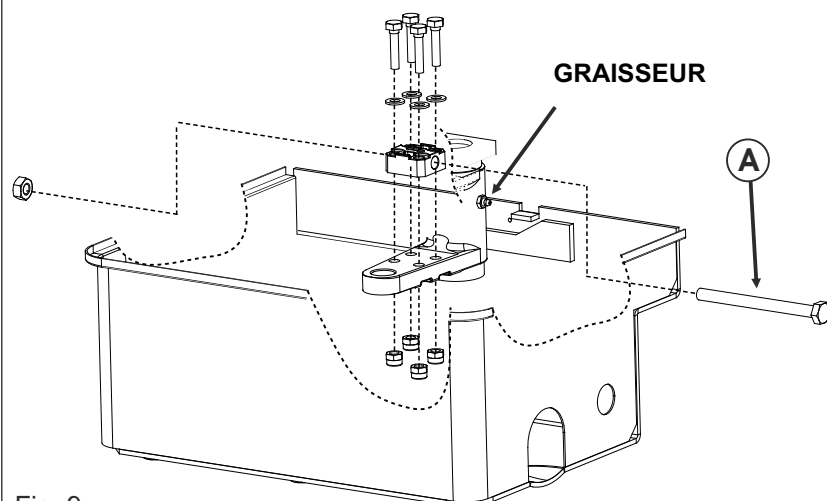
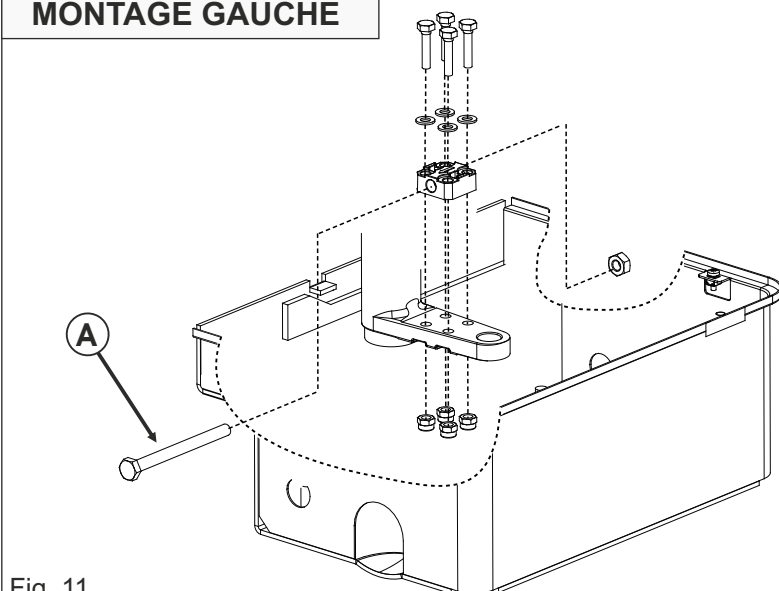

Fig. 9
Fig. 11
3.1. Insérez le support du fin de course sur l'unité de support étrier et fixez-le avec les vis (Fig. 9 ou Fig.11)
3.2. Insérer la vis «A» (Fig. 9 ou Fig. 11) comme indiqué sur le dessin, en faisant attention au sens d'insertion donné par la flèche gravée sur le support (Fig. 10a ou Fig. 12a)